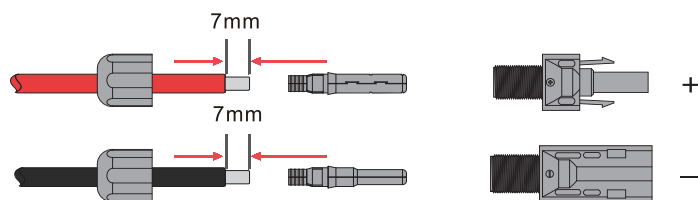

Figura 4.1-1 Cables y enchufes PV
Paso 1. Pele el aislamiento del cable PV 7 mm, desmonte la tuerca de la tapa del conector y pase un cable PV por la tuerca de la tapa del conector. Repita esta operación con todos los cables PV, prestando especial atención a la polaridad del conector, como se muestra en la figura 4.1-1.